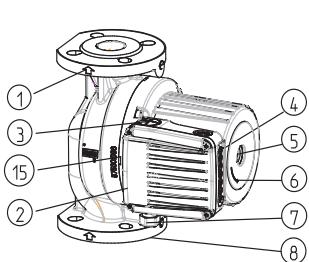
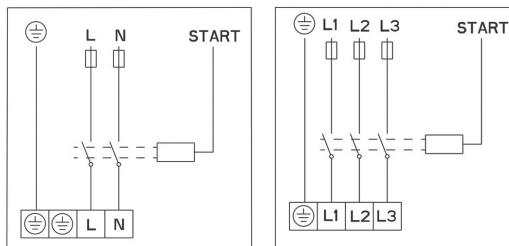

рис.2
рис. 4
- направление потока воды через насос должно соответствовать направлению стрелки на корпусе насоса (рис. 2- ПОЗ.1);
- необходимо использовать фланцы для подключения NP 6/10 (рис.2 – ПОЗ.8);
- насосы GHN (basic, auto), GHNM (basic, auto) имеют одинаковый гидравлический корпус (рис.2 – ПОЗ.8);
Гидравлический корпус насоса допускается изолировать только до прорези между мотором и гидравлическим корпусом. Отверстия для отвода конденсата необходимо оставить открытыми для обеспечения вывода конденсата из статорного отсека, данные отверстия необходимо оставлять открытыми и в системах обогрева, когда выполняется только термоизоляция гидравлического корпуса (рисунок 2, 3, ПОЗ 15).
Провод подключения подключается через кабельный ввод M20 (рис.2 – ПОЗ.7).
Электрическое соединение насосов необходимо выполнить по соединительной схеме (рис. 4), которая отображена на нижней стороне крышки мотора. Перед этим необходимо отвинтить верхнюю крышку (рис.2 - ПОЗ. 2)
В насосах типа GHN (basic, auto), GHND (basic, auto), GHNM (basic, auto), GHND (basic, auto) ротор работает в воде. Ротор установлен в специальных работающих на смазке водой подшипниках, поэтому перед вводом в эксплуатацию необходимо заполнить насос водой и откачать воздух. Для откачки воздуха из насоса необходимо удалить болт на обратной стороне электромотора (рис.2-ПОЗ.5) - воздух начнет выходить через прорезь между валом мотора и подшипником. После того как начнет вытекать вода, необходимо закрыть вентили со стороны всасывания и со стороны нагнетания и запустить насос. При вращении вала насоса в обратном направлении
Каждый насос способен работать в некотором диапазоне трёх гидравлических параметров. Для этого он оснащён встроенным электромотором с трёмя скоростями вращения. Для достижения выбранных характеристик скорости ① ② ③ на насосе расположена кнопка ④ (рис. 2, 4), с помощью которой можно изменять скорость. Установить скорость для насосов GHN, GHND, GHNM, GHNMD (авто) ⑤ ⑥ ⑦ ⑧ можно нажимая кнопку ④ : в ручном режиме для скоростей ① ② ③, а в автоматическом — нажав кнопку ④ в режиме ⑨ или ⑩. В обоих случаях насос работает автоматически на скоростях потока ② ③. В ночном режиме ⑪ учитывается температура среды: если температура среды падает, насос переключается на скорость ② при падении более чем на 10°C или на скорость ① при падении более чем на 20°C вне зависимости от потока. При повышении температуры более чем на 20°C скорость потока восстанавливается. Этот метод предназначен для систем с терmostатическими клапанами или систем, в которых температура снижается ночью.
Выключить насос; закрыть вентили со стороны нагнетания и со стороны всасывания; удалить болт для откачки воздуха; отверткой (рис.2-ПОЗ.5), которую необходимо установить в прорезь на валу, крутить вал до тех пор, пока он не начнет свободно вращаться. После этого необходимо установить болт для откачки воздуха на место.